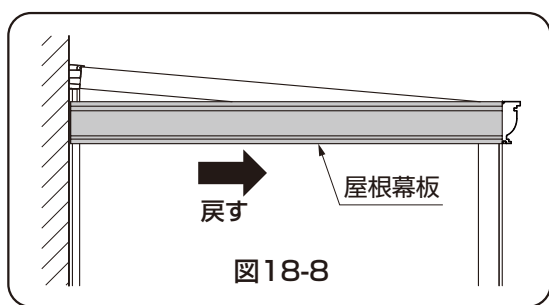
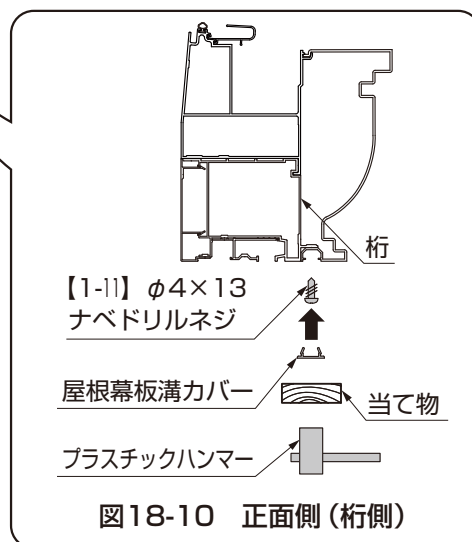

図18-8
図18-10 正面側(桁側)
- ④側面側の屋根幕板を屋根幕板コーナーキャップに寄せて、しっかりとめ込んでください。(図18-8参照)
- ⑤屋根幕板コーナーキャップと屋根幕板を【1-7】で固定してください。
- ⑥屋根幕板を幕板取付材、桁に【1-11】で固定し、屋根幕板溝カバーをはめ込んでください。(図18-9、図18-10参照)